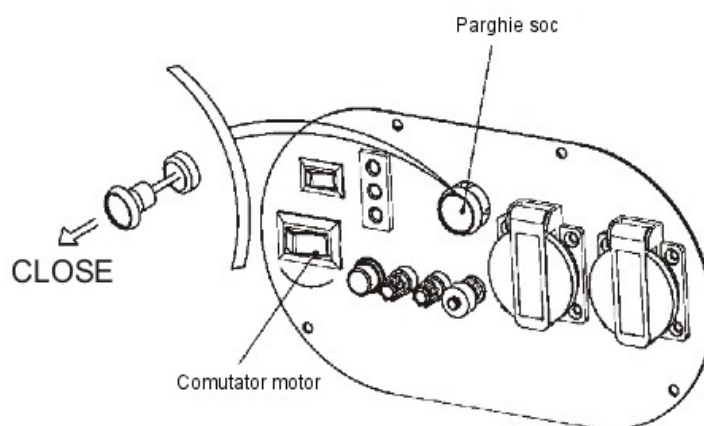

Fig. 5 - Poziția comutatorului motorului și a socului pentru pornirea generatorului
Indepartati carcasa filtrului de aer, verificati cele doua elemente. Curatati sau inlocuiti filtrul, daca este necesar, vezi fig. 5.
2. Setati comutatorul motorului in pozitia ON. (a se vedea Fig. 5)
3. Trageti parghia socului in pozitia CLOSED (INCHIS). (a se vedea Fig. 5)